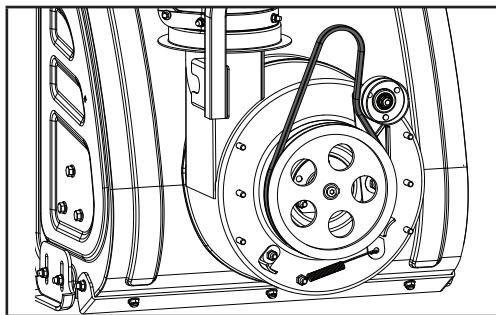

Figure 42
8. Enlevez la courroie d'entraînement de la poulie en la faisant glisser. Enlevez la courroie et remettez-en une en place en suivant les étapes dans l'ordre inverse en vous assurant que la nouvelle courroie est sous la poulie tendeur à ressort (figure 42).